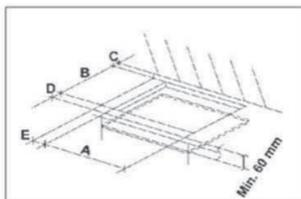

FIG. 7
En la superficie del mueble modular se debe efectuar una abertura con las dimensiones indicadas en la fig. 7, prestando atención en respetar estrictamente las distancias críticas entre la superficie, las paredes laterales (izquierdo o derecho), la pared posterior y la superior (ver fig. 7 y 8).
- Para evitar posibles contactos casuales con la superficie del armazón de la encimera, sobrecalentada durante el funcionamiento, es necesario colocar un separador de madera fijado por tornillos a una distancia mínima de 60 mm del borde (fig. 7).